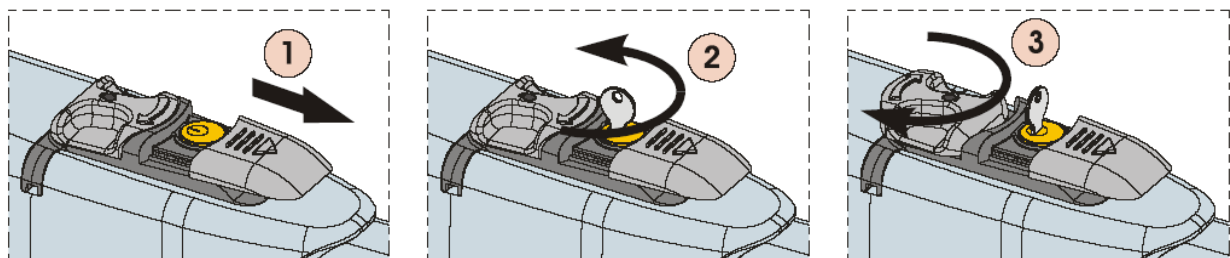

Рис. 21
2) Сдвинуть защитную крышку, рис.21/1.
3) Вставить ключ разблокировки и повернуть его на 90°, рис.21/2.
4) Чтобы разблокировать привод, нужно повернуть рукоятку устройства разблокировки на 180° по направлению стрелки, рис.21/3.
- 1) Повернуть рукоятку устройства разблокировки на 180° в направлении, противоположном стрелке (рис.21/3).